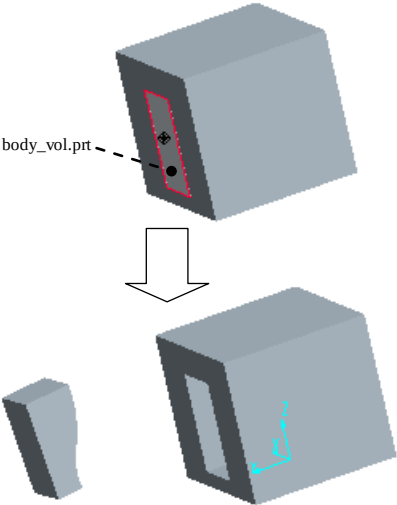

图 10.2.11 自由拖动
① 在“拖动”对话框中单击“点拖动”按钮，然后单击选取 body_vol.prt 进行拖动，如图 10.2.11 所示。
② 单击“拖动”对话框中的  按钮，生成 Snapshot2 快照。